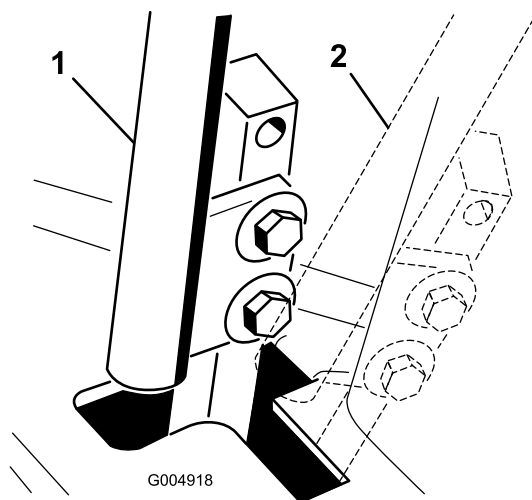

Рисунок 54
- Переведите рычаг управления в НЕЙТРАЛЬНОЕ положение, но **не в положение фиксации** (Рисунок 54).
- Проверьте положение рычага управления относительно выемки в консоли (Рисунок 54).